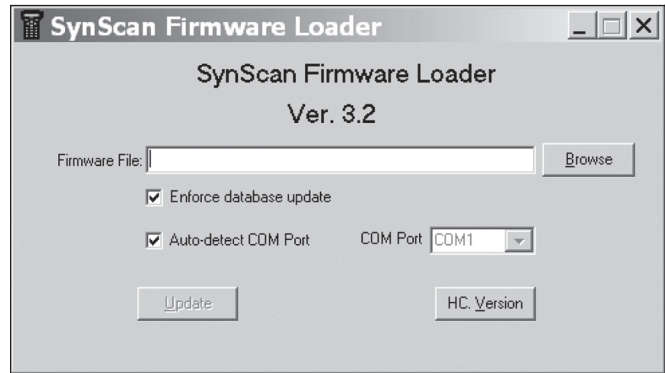

Figura 4. Ventana de la aplicación del cargador de firmware
3. En el ordenador, ejecute el archivo SynScanFirmwareLoader.exe. Una ventana de la aplicación se muestra en la **figura 4**.